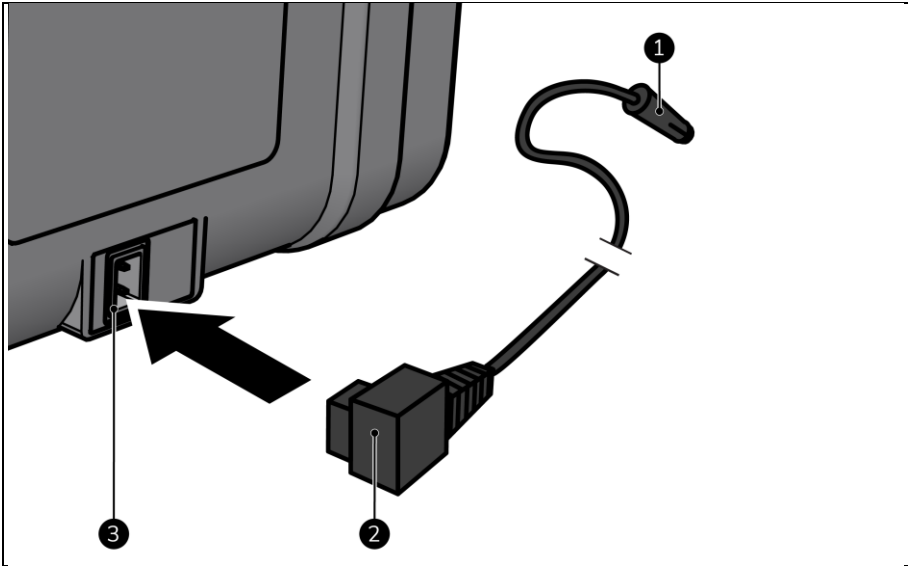

Figure 8
3. Placez le connecteur électrique (Figure 8, pos. 2) dans l'alimentation électrique de l'appareil (Figure 8, pos. 3).
4. Placez la fiche d'alimentation électrique auxiliaire (Figure 8, pos. 1) dans une alimentation électrique auxiliaire 12V ou 24V facilement accessible dans un véhicule ou un navire.